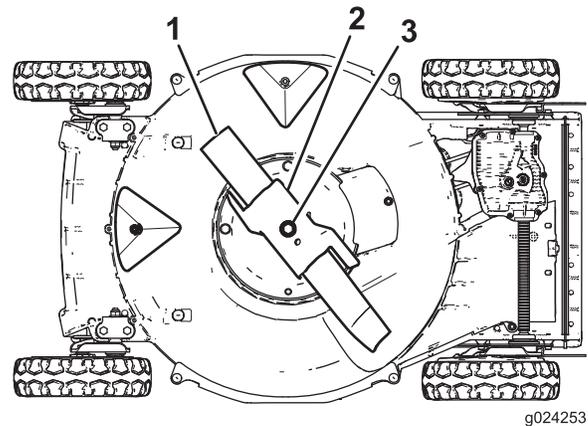

Bild 22
4. Kippen Sie die Maschine auf die **rechte** Seite (Luftfilter nach oben), wie in Bild 22 abgebildet.